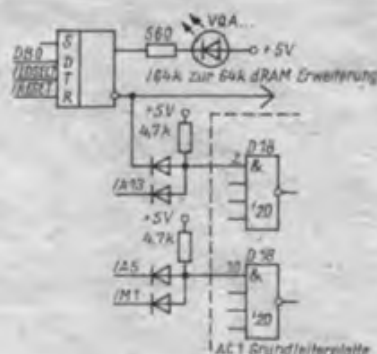

Bild 2: Stromlaufplan der Zusatzlogik zur CP/M-Umschaltung
Da beim Anschluß des D-Latch an IOSEL 7 zur Datenübernahme sozusagen minimaler Aufwand getrieben wurde, IOSEL aber bei entsprechendem PC auch bei der Interruptanerkennung aktiv wird, könnte es hier zu Fehlschaltungen kommen. Beim Spielen mit „Cycle“ passiert das übrigens mit Sicherheit. Den Peripherieschaltkreisen des U880-Systems ist dieses Verhalten von IOSEL gleich, sie verknüpfen es ja noch mit RD oder MT. Das kann man auch bei dem D-Latch machen, dazu braucht man aber mindestens ein Gatter eines DL 002 oder bei anderen Typen entsprechend mehr. Es geht aber auch mit zwei weiteren Geddioden. Analog der Speicherausblendung wird MT einfach mit in die Auswahllogik für den IOSEL-Dekoder D2 (7442) einbezogen und das Problem ist gelöst. Also, die Zuleitung von A5 zum Pin 10 des D18 aufkratzen, eine Ge-Diode einfügen; die andere geht zum Pin 27 der CPU (MT). Die Gesamtschaltung dieser kleinen Erweiterung ist in Bild 2 dargestellt. Damit ist die erste Voraussetzung für CP/M erfüllt.